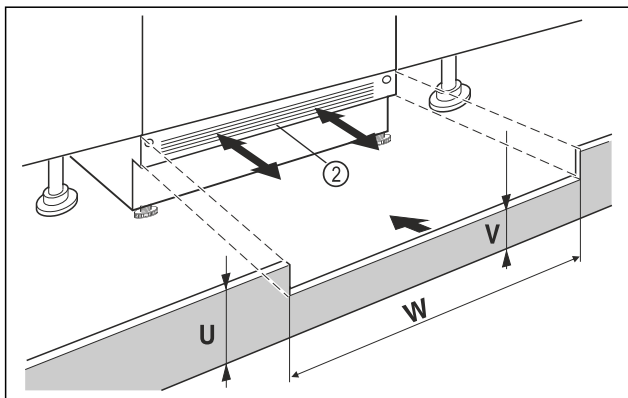

Fig. 13 Représentation à titre d'exemple
- Mettre le panneau de socle de l'appareil Fig. 13 (2) en place sans le fixer.
- Si le panneau de socle est visible Fig. 13 (2), le tirer vers l'avant de sorte à aligner l'avant de la grille d'aération et du panneau de socle du meuble.
- Si le panneau de socle est dissimulé Fig. 13 (2), le pousser entièrement vers l'arrière.
- Veiller à ce que les fentes d'aération soient complètement dégagées : si nécessaire, couper le panneau de socle du meuble Fig. 13 (U) en hauteur !
- Ajuster la hauteur de la traverse Fig. 13 (V) sous le panneau de socle de l'appareil Fig. 13 (2) sur la largeur de la niche Fig. 13 (W).